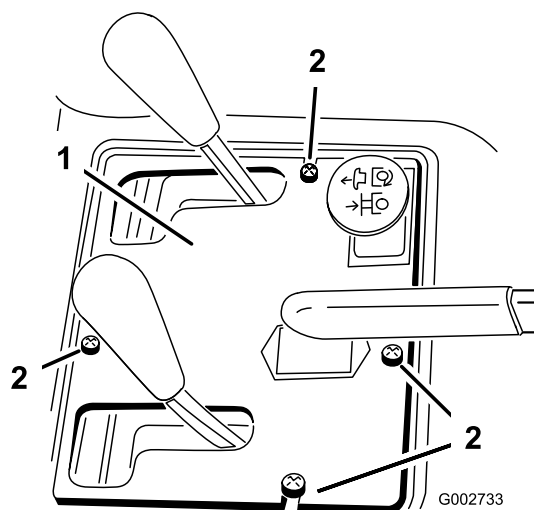

Figura 36
2. Togliete le 4 viti che fissano la plancia al telaio (Figura 36).